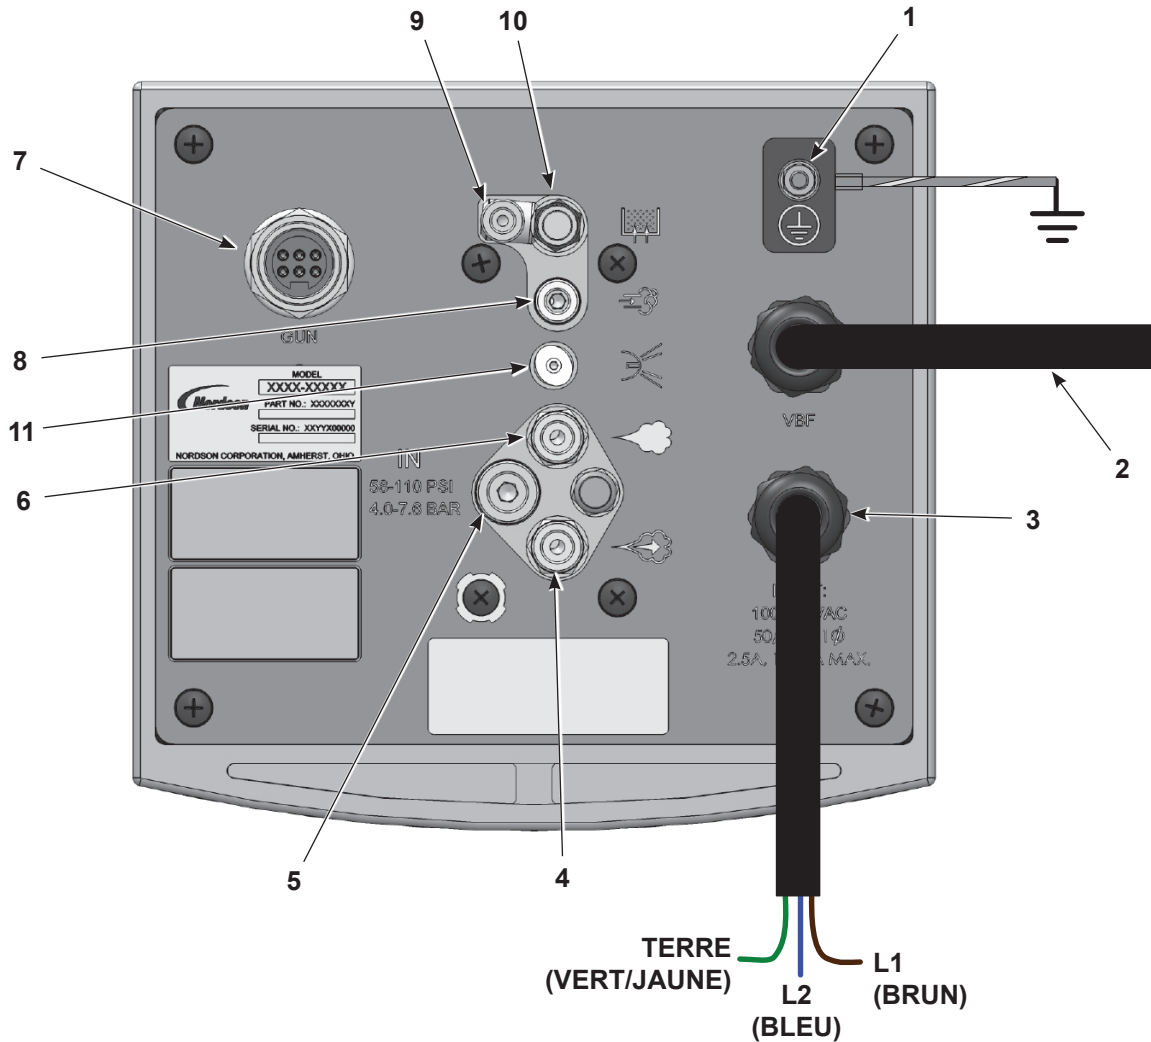
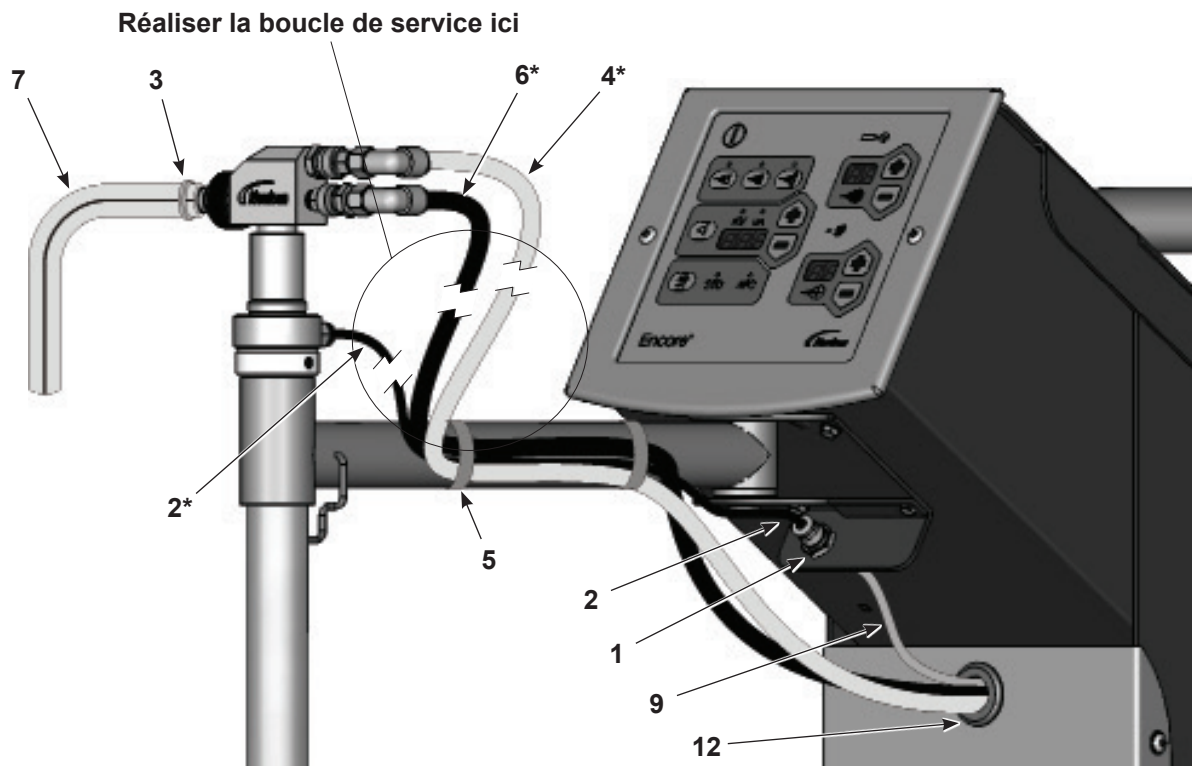
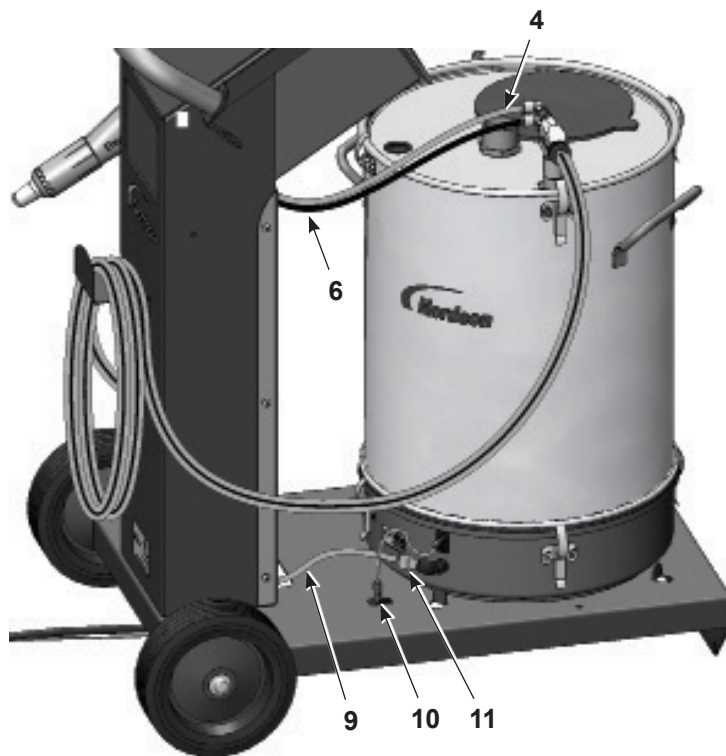

Figure 3-4 Branchements du contrôleur de pistolet Encore LT
Figure 3-8 Installation du tube de prélèvement pour pistolet Encore LT et de la pompe
Figure 3-9 Système mobile Encore LT avec trémie – Installation de la trémie et de la pompe
7. Voir la Figure 3-4. Insérer les longueurs les plus courtes des tuyaux dans le contrôleur :
- Tuyau à air d'atomisation bleu de 8 mm (4)
- Tuyau à air de débit noir de 8 mm (6)
- Tuyau à air de fluidisation bleu de 6 mm (9)
8. Voir la Figure 3-8. Faire passer les tuyaux (4, 6, 9) à travers le presse-étoupe dans la face avant de la colonne du chariot comme illustré.
- Tuyau à air d'atomisation bleu de 8 mm (4) au raccord du haut de la pompe
- Tuyau à air de débit noir de 8 mm (6) au raccord du bas de la pompe
- Tuyau à air de fluidisation bleu de 6 mm (9) au raccord union de traversée (1)
- Tuyau à air de fluidisation noir de 6 mm (2) au raccord union et au tube de prélèvement
- Tuyau à poudre (7) à la pompe – à fixer avec la pince à tuyau (3)
3. Voir la Figure 3-4. Enficher les éléments suivants dans le contrôleur :
4. Voir la Figure 3-9. Faire passer les tuyaux à air d'atomisation (4) et à air de débit (6) à travers le presse-étoupe (12) dans la face avant de la colonne du chariot.
5. Faire passer le tuyau à air de fluidisation (9) à travers la colonne et le faire sortir par en bas à l'avant.
7. Monter la pompe (7) dans le support de pompe (5) avec un léger mouvement de torsion. Raccorder les tuyaux à air de fluidisation et d'atomisation à la pompe comme illustré.